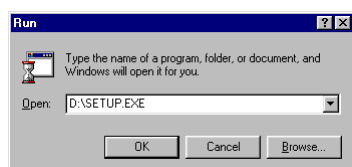

Figura 7: Installazione in ambienti Windows 95, 98 e NT 4
4. Nella riga di comando, digitare [D:\SETUP.EXE]. Fare quindi clic su 'OK' (vedere la figura 7).